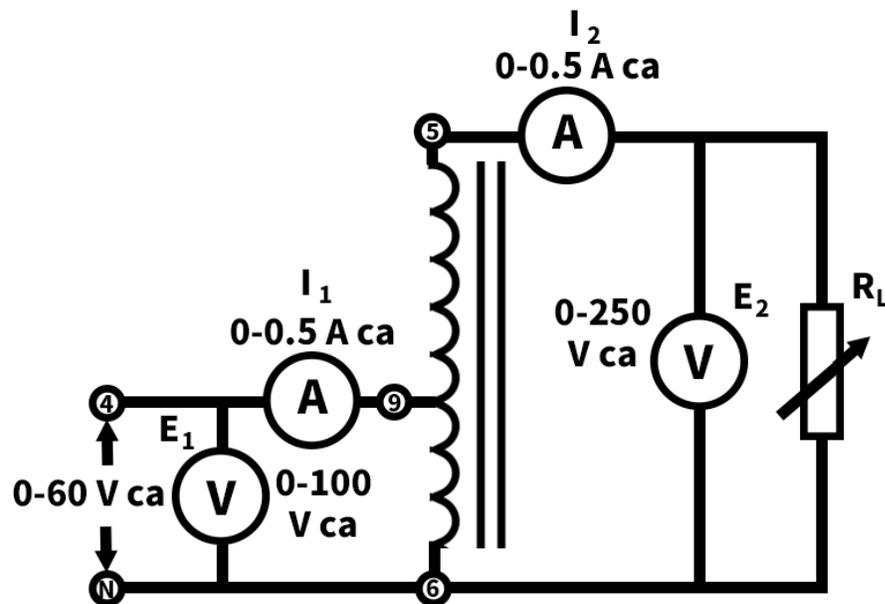

Figura 4-3
4. a) Conecte el circuito que se ilustra en la Figura 4-3. Observe que el devanado 6 a 9 ahora está conectado como devanado primario, a la fuente de 60 V ca, mientras que el devanado 5 a 6 está conectado como secundario.